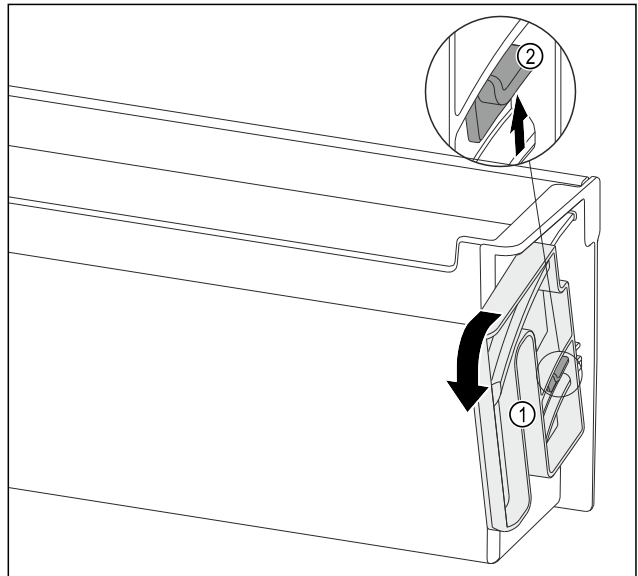

Fig. 94
- Поверните поворотный блок Fig. 94 (1) по указанном направлении до упора.
- Выжмите накладку Fig. 94 (2) вверх и осторожно извлеките поворотный блок Fig. 94 (1).